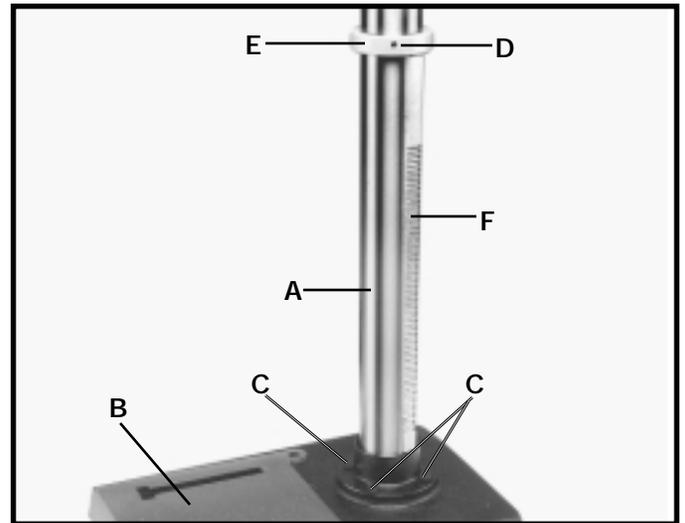

Fig. 3
1. Montez la colonne (A) fig. 3, au socle (B) à l'aide des quatre vis dont trois sont indiquées par (C). Desserrez la vis de pression (D) et retirez la bague (E) ainsi que la crémaillère (F).